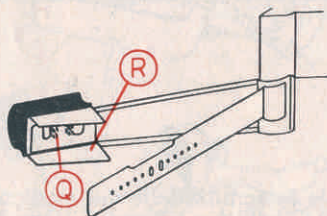

Fig. 7
Fig. 7: Dopo un numero considerevole di giunte può darsi che un deposito gommoso, formatosi nell'interno del coltello (R) e sulle teste a V dei punzoni (Q) ostacoli il buon funzionamento della giuntatrice. Si potrà togliere facilmente tale deposito gommoso con un pennello bagnato di trielina. Si consiglia di non affilare mai i coltelli ed i punzoni ma solo di tenerli ben puliti.
Fig. 7: After many splicing operations, a rubbery residue may remain inside the knife (R) and on the V-heads of the perforators (Q), preventing a proper splicing. This rubbery residue can be removed easily with a hard brush dipped in carbon tetrachloride. Do not sharpen the knives or the perforators, but do keep them clean.
Fig. 7: Après plusieurs collures, il peut se produire un dépôt de gomme à l'intérieur du couteau (R) et sur l'extrémité en V des poinçons (Q) nuisant au bon fonctionnement de la colleuse. On pourra enlever ce dépôt avec un pinceau
Fig. 7: Nach längerem Gebrauch der Klebepresse kann sich eine klebrige Schicht auf der Innenseite der Messer (R) und den V-förmigen Köpfen der Lochstempel (Q) bilden. Um diese Schicht, die das einwandfreie Funktionieren der Klebepresse beeinträchtigt, zu entfernen, genügt es, mit einem harten Pinsel, benetzt mit Lösungsmittel (Tetrachlorkohlenstoff) zu säubern. Nie die Messer oder die Lochstempel schärfen, sondern sie nur sauber halten.